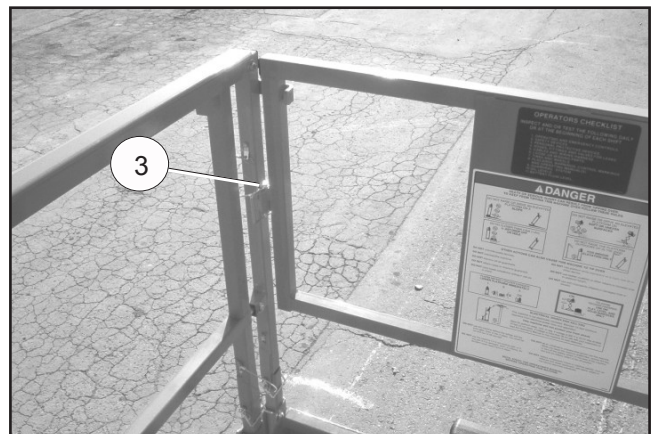

Figura 8 - Tablero delantero de la plataforma
3. Retire el pasador (3) que conecta el tablero delantero a las barandillas en el lado izquierdo de la plataforma (vea la Figura 8). Fije el tablero delantero al riel intermedio en el lado derecho de la plataforma.